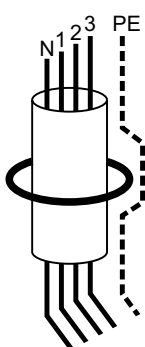

Рис. 1.
- используйте ТТ, диаметр которого намного больше диаметра кабеля (не менее, чем в два раза) (рис. 1).